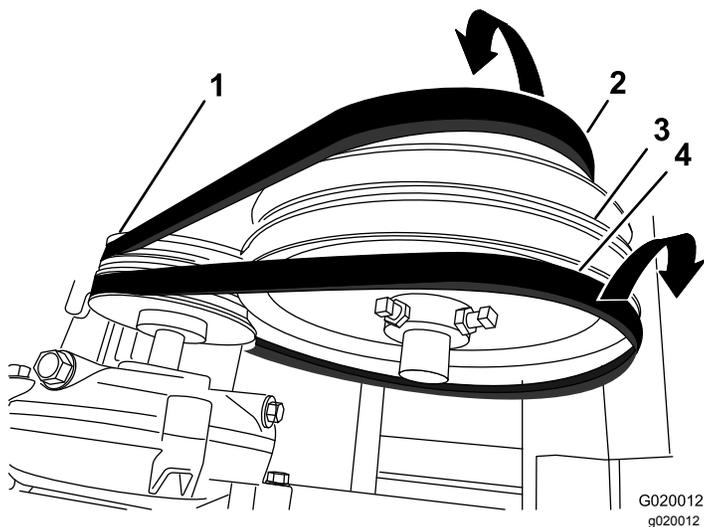

Figure 69
7. Poussez la courroie avant vers l'avant et déchaussez-la de la poulie de tension (Figure 69).
8. Poussez la courroie arrière vers l'arrière et déchaussez-la de la poulie de tension (Figure 69).